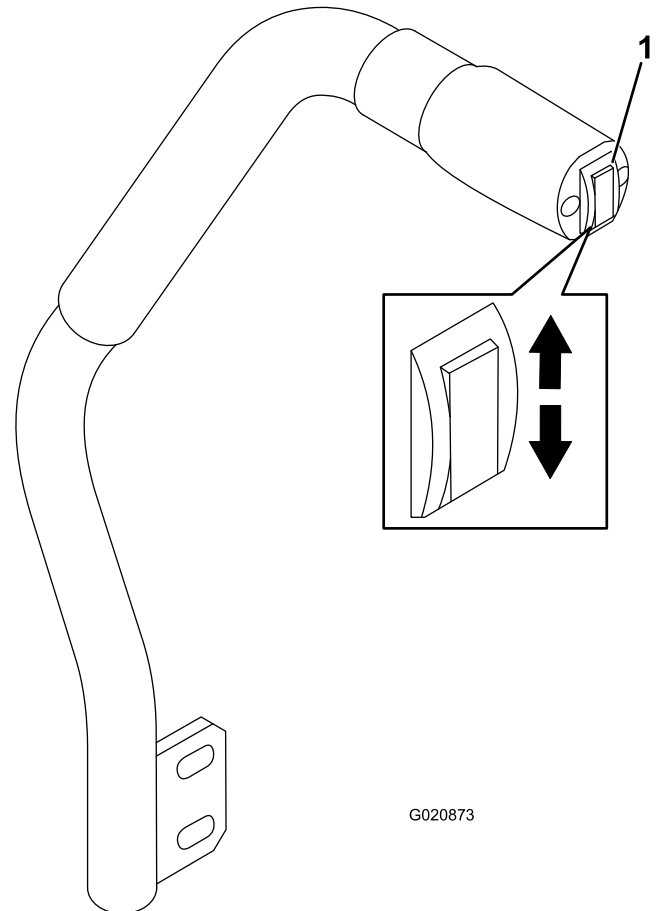

Рисунок 18
Выключатель подъема деки поднимает и опускает деку газонокосилки (Рисунок 18). Чтобы можно было использовать этот рычаг, двигатель должен работать.
- Чтобы опустить деку газонокосилки, нажмите выключатель подъема деки вниз (Рисунок 18).
- Чтобы поднять деку газонокосилки, нажмите выключатель подъема деки вверх (Рисунок 18).
1. При работающем двигателе нажмите выключатель подъема деки вверх, пока дека газонокосилки не поднимется полностью, и **немедленно отпустите выключатель** (Рисунок 18).